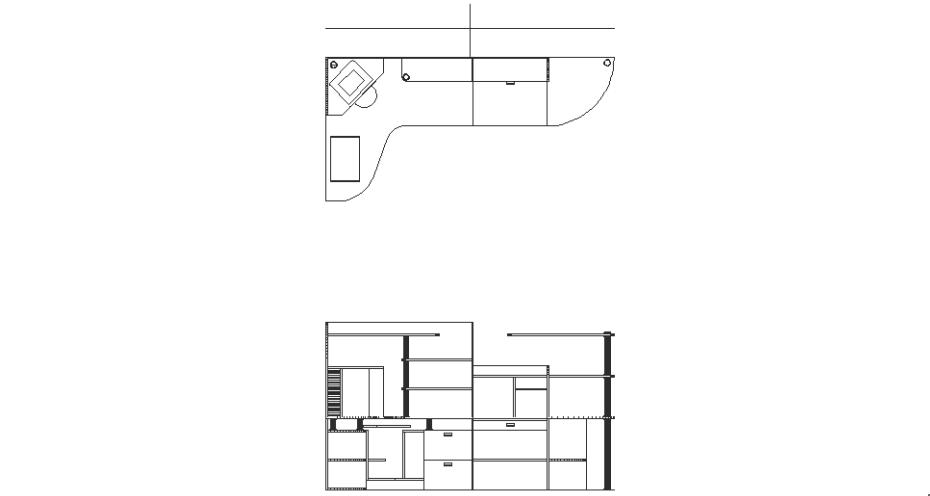

Рис. 10.5 ▼ Вспомогательные линии, предназначенные для обозначения разреза
3. Создайте две вспомогательные линии: вертикальную, проведенную из середины верхней горизонтальной линии контура задней стенки, и горизонтальную, полученную путем смещения этой же горизонтальной линии контура задней стенки вверх на 300 мм (рис. 10.5).